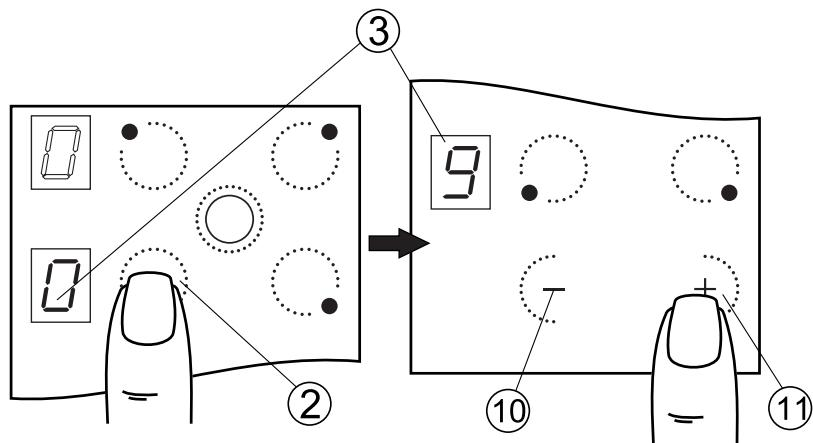

Рис.13
1. Коснуться зоны $\textcircled{2}$ с обозначением выбранной конфорки, после чего конфорка перейдет в режим управления. В соответствующем окне индикации мигает « \bullet » (рис.13).